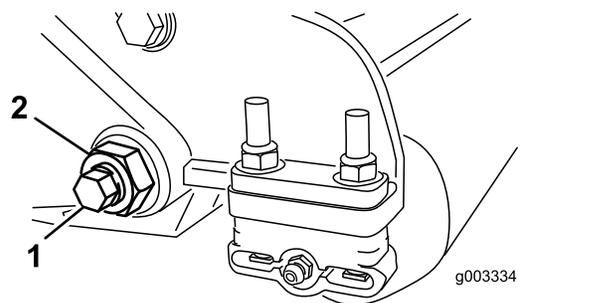

Рисунок 29
3. С каждой стороны машины ослабьте контргайку, крепящую болт планки неподвижного ножа (Рисунок 29).
4. Удалите все болты планки неподвижного ножа, потяните планку вниз и отсоедините ее от машинного болта (Рисунок 29).